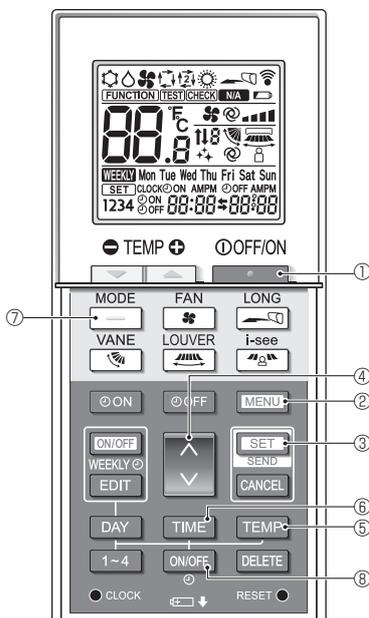

Fig. 6-9
1. Pulse el botón ① para detener el acondicionador de aire.
2. Pulse el botón MENU ②. Se mostrará la pantalla de configuración de funciones y parpadeará el n.º de función Ⓐ. (Fig. 6-9) Pulse el botón ④ para cambiar el n.º de función.